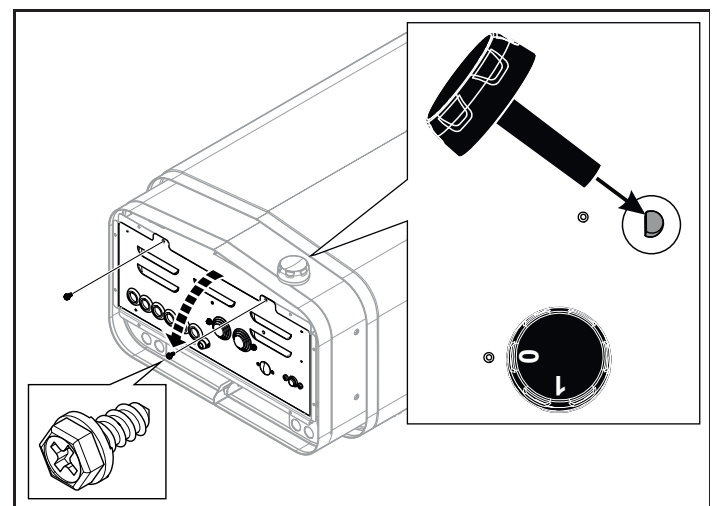

Fig. 8 : Ouverture/fermeture du volet
1. Poser le poêle au sol, face antérieure vers le haut. Monter le bouton (voir la figure 8).
2. Desserrer les vis et ouvrir le volet (voir la figure 8).
7. Fermer le volet et serrer les vis (voir la figure 8).